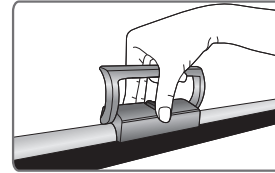
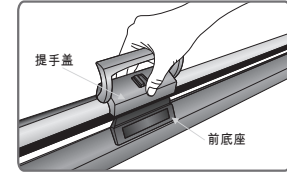
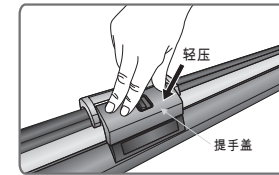

图 13
图 14
图 15
1. 按图13所示用手捏住手柄盖，缓慢地往下压，当拉管接近外壳开口处时，注意按图14所示将手柄盖对准前后底座，然后按图15所示用手指用力压一下手柄盖并听见“啪”的一声，此时，手柄盖完全被安全锁扣锁住。